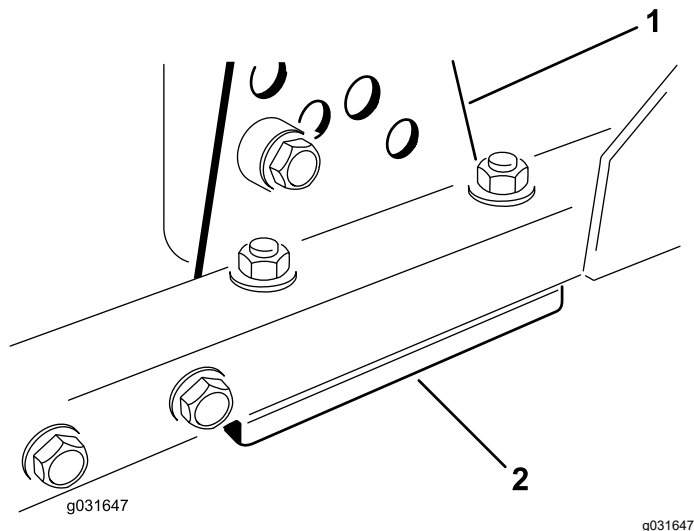

Figure 71
1. Retirez le support de hauteur de coupe (avant, gauche ou droit) du cadre de l'unité de coupe (Figure 71).
2. Placez des cales de 1,5 mm et/ou une cale de 0,7 mm entre le cadre et le support de l'unité de coupe pour obtenir la hauteur de coupe voulue (Figure 71).
3. Montez le support de hauteur de coupe sur le cadre de l'unité de coupe en plaçant les cales restantes sous le support (Figure 71).